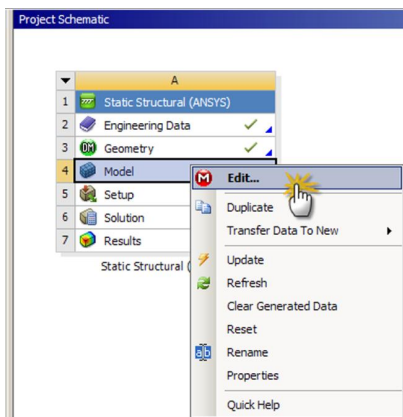

Рис. 5.1
1. Определить тип анализа (прочностной, тепловой и т.д.), как это показано на рис. 5.1. Тип анализа будет установлен автоматически, если сетка генерируется в какой-либо физической системе, например FLUENT, CFX и т.д.